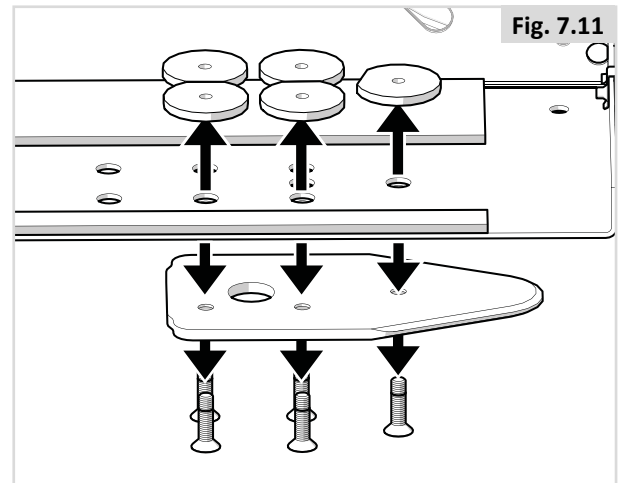

Fig. 7.11
6. Fjern skruene sammen med ett eller flere avstandsstykker (Fig. 7.11)